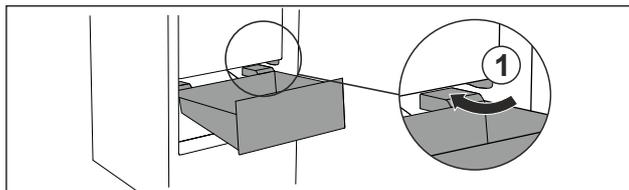

Fig. 17
- ▶ Обойдите стопор Fig. 17 (1) выдвижного ящика под наклоном.